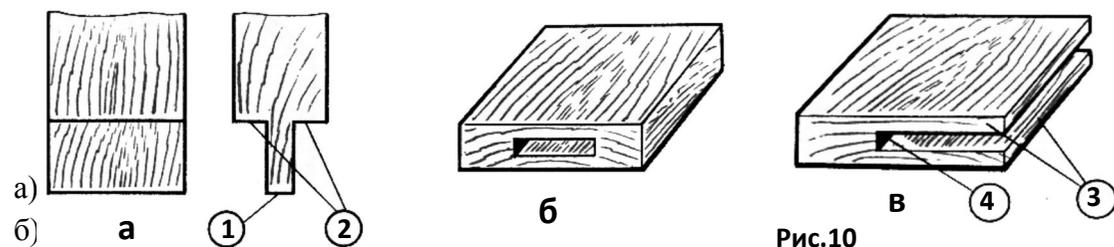

Рис.10
**Задание 3.** Рассмотрите рисунок 10. Напишите названия элементов шипового соединения.